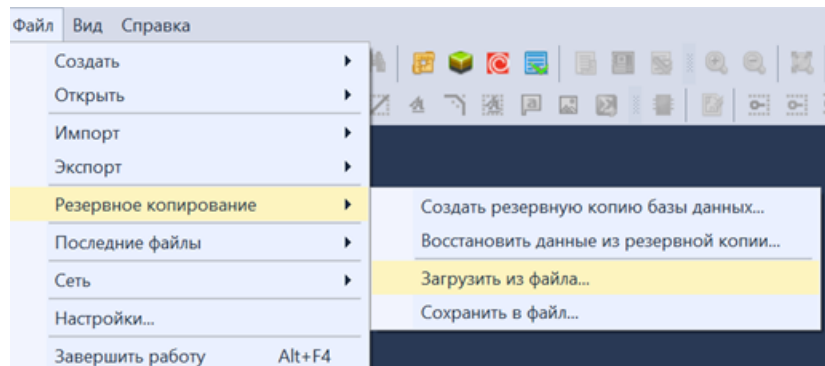

Рис. 82 Загрузка резервной копии в текущую версию программы
6. В главном меню программы выберите меню «Файл» -> «Резервное копирование» и выберите пункт «Загрузить из файла», см. Рис. 82.